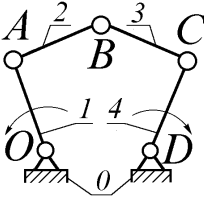

Рис. 1.4. Механізм шарнірного п'ятиланковика
**Задача 3.** Підрахувати число ступенів свободи шарнірного п'ятиланкового механізму за схемою (рис. 1.4).